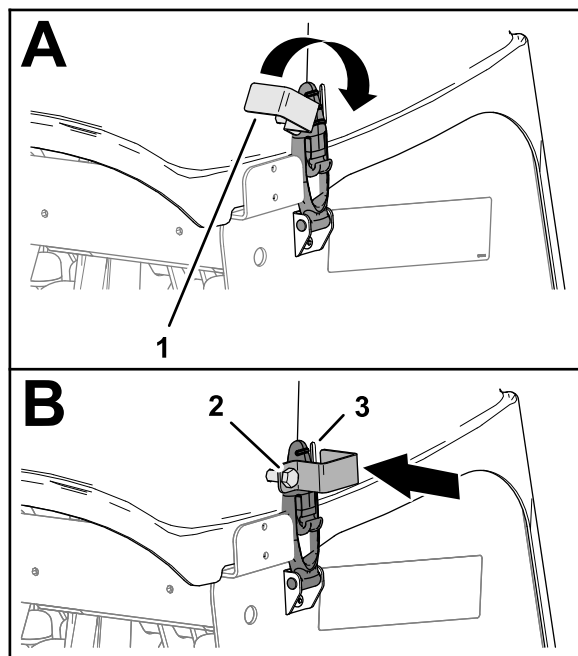

Figura 143
3. Si la máquina tiene seguros de cierre CE, gire la placa del seguro hasta que se alinee con la ranura en el lateral de la cubierta del cabezal de perforación (**Figura 143**).
4. Apriete el perno de la placa del seguro (**Figura 143**).